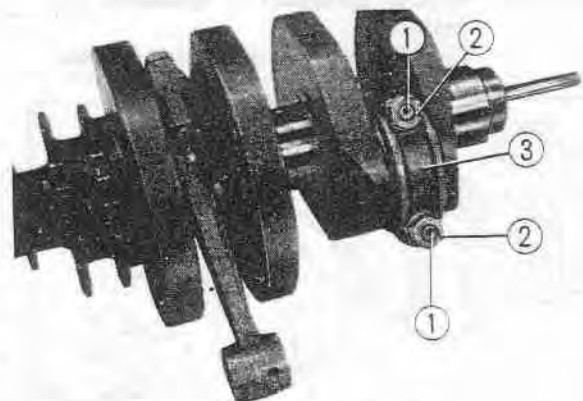

Fig. 3-77 ① Boulons de bielle
16. Dévisser les boulons de fixation du demi-collier de tête de bielle et enlever ce demi-collier; déposer alors la bielle du vilebrequin. (Fig. 3-77)